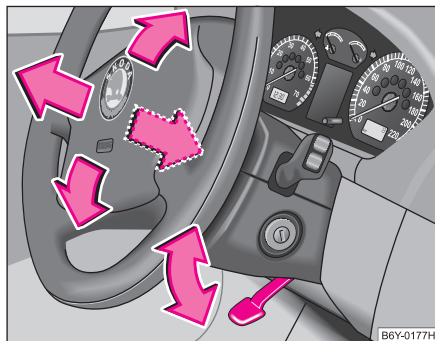

Fig. 89 Volan reglabil:
- Îndreptați maneta de sub volan ⇒ fig. 89, în jos ⇒ ⚠.